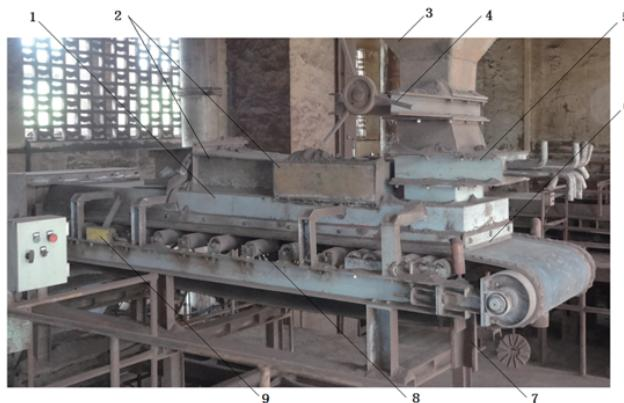

图 6 改造后的定量皮带秤
6) 为解决皮带跑偏，在尾部滚筒下方和头部滚筒上方皮带两侧各加装 4 套强力纠偏装置，使用效果非常好。采用这些措施后的定量皮带秤见图 6。